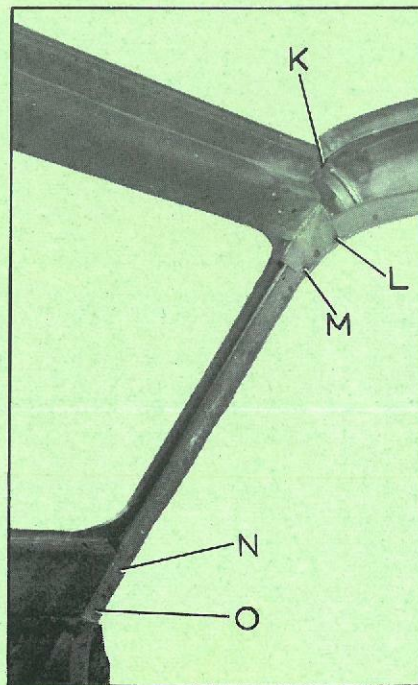

Fig. 3
- LM et symétriquement (fig. 3)
- NO et symétriquement (fig. 3)
- K et symétriquement (fig. 3)